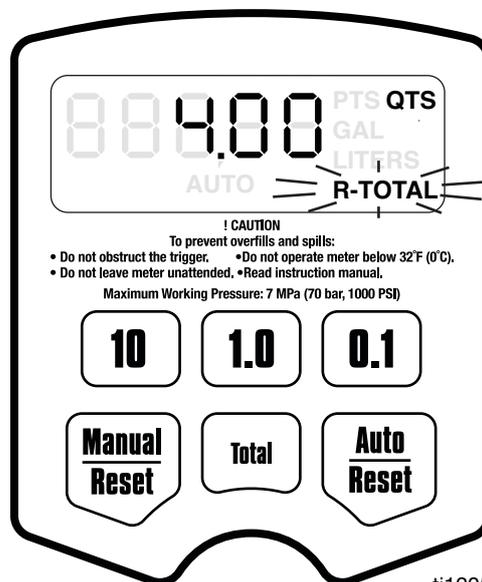

FIG. 12
3. Cinq (5) menus de configuration sont disponibles, enregistrés dans un ordre préétabli. Appuyez et maintenez le bouton Auto/Réinitialiser pour naviguer dans les écrans de menu.
- a. Premier écran : Menu Total effaçable (FIG. 12, page 12) - R-TOTAL (G) clignote dans le coin inférieur droit de l'écran.